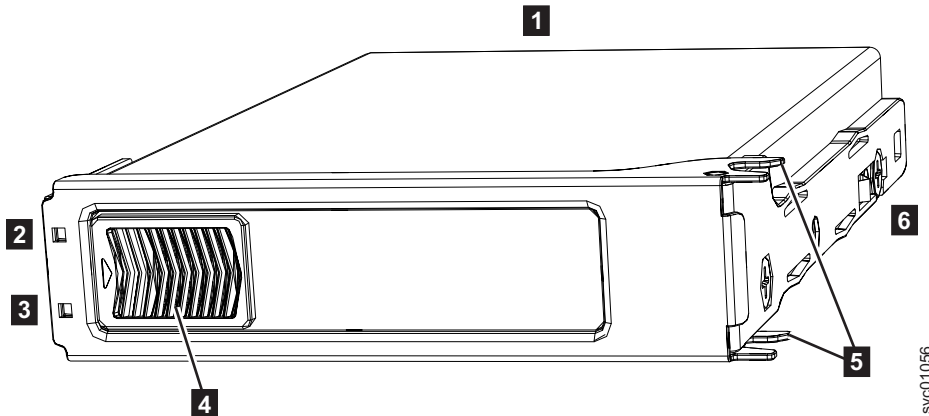

Abbildung 81. Laufwerkbaugruppe
Das Erweiterungsgehäuse 2145-92F unterstützt 92 Laufwerke. Abb. 81 zeigt ein Beispiel für eine Laufwerkbaugruppe.
**Anmerkung:** Bei einem fehlerhaften Laufwerk leuchtet die bernsteinfarbene Fehler-LED (**3** in Abb. 81) auf. Tauschen Sie ein Laufwerk nur dann aus, wenn die Fehler-LED des Laufwerks leuchtet oder wenn in einer Korrekturprozedur dazu aufgefordert wird.